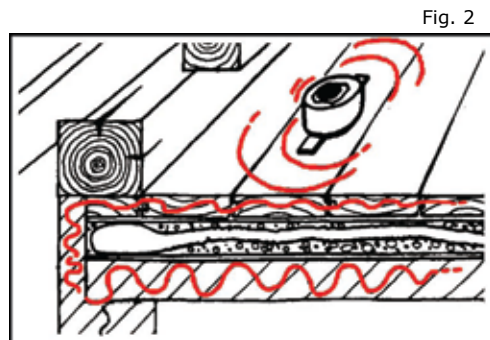

Fig. 2
- Monter hver R100-enhet i en solid (viktig!) bjelke eller veggavstiver som er godt forankret i husets rammeverk (fig. 2 og 3).